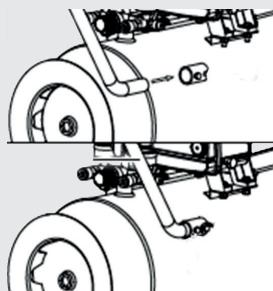

Abb. 3: Montage des Transportgriffes (Abb. modellabhangig)
2. Befestigen Sie mit einem Inbusschlüssel (M5) anschliessend den Griff, wie in der Abb. 3 dargestellt, mit den beiden Schrauben am Kessel.